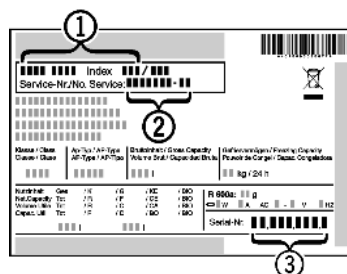

Fig. 5
- ▶ Gerätebezeichnung Fig. 5 (1), Service-Nr. Fig. 5 (2) und Serial-Nr. Fig. 5 (3) vom Typenschild ablesen. Das Typenschild befindet sich an der linken Geräteinnenseite.
- ▶ Den Kundendienst benachrichtigen und den Fehler, Gerätebezeichnung Fig. 5 (1), Service-Nr. Fig. 5 (2) und Serial-Nr. Fig. 5 (3) mitteilen.